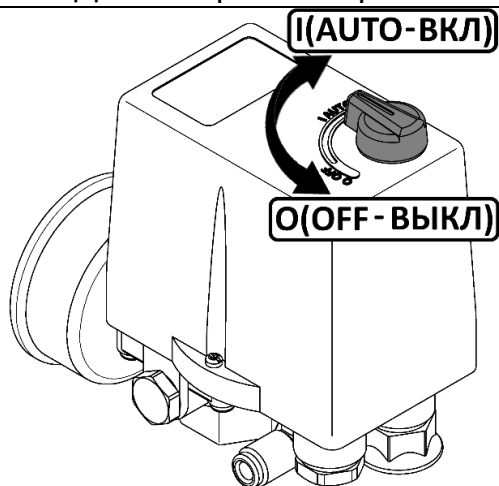

Рисунок 2
- Проверьте, чтобы выключатель на реле давления находился в выключенном положении "О" (рисунок 2).
- 1 Выключить компрессор выключателем на прессостате. Для этого необходимо переключить выключатель в положение "OFF" (см. рисунок 2). После этого остановится электродвигатель и произойдет сброс давления из нагнетательного воздухопровода, охладителя и компрессорного блока.
7.2.2 При нарушении питания электрической сети, а также при работе с ПВ более 60% возможно автоматическое срабатывание защиты двигателя. Для пуска компрессора после срабатывания защиты выполните следующие действия: после того, как двигатель остынет до допустимой температуры, переключите выключатель на прессостате в положение "OFF" (см. рисунок 2), а затем включите компрессор переключив выключатель в положение "AUTO".